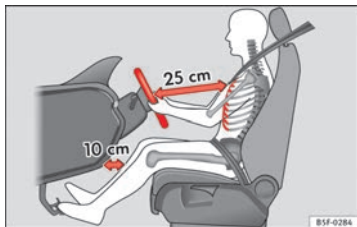

Abb. 1 Der richtige Abstand des Fahrers zum Lenkrad.
- Stellen Sie das Lenkrad so ein, dass der Abstand zwischen Lenkrad und Brustkorb mindestens 25 cm beträgt ⇒ Abb. 1.
- Stellen Sie den Fahrersitz so ein, dass zwischen Ihrem Brustkorb und der Lenkradmitte ein Abstand von mindestens 25 cm vorhanden ist ⇒ Abb. 1. Beträgt der Abstand weniger als 25 cm, kann Sie das Airbag-System nicht richtig schützen.